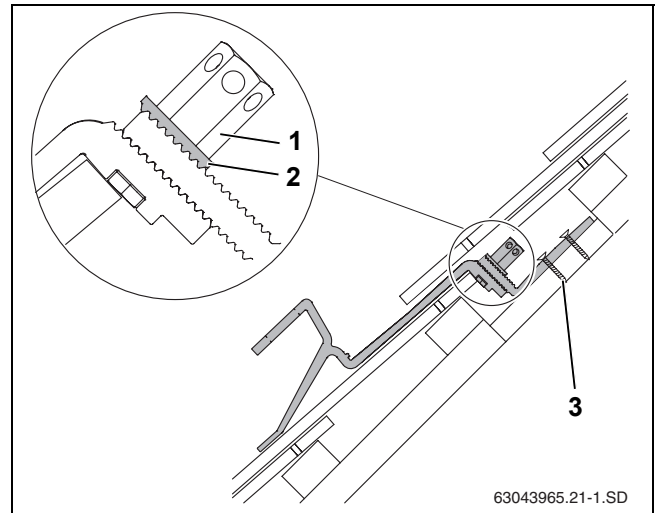

Fig. 18 Cârlig de acoperiș montat. Reprezentare în secțiune cu partea inferioară a cârligului scurtată
Șaiba suport zimțată (Fig. 18, [2]) trebuie să se prindă în îmbinarea dințată a părții inferioare a cârligului.
- ▶ Strângeți piulița lungă hexagonală (Fig. 18, [1]). Pentru aceasta, introduceți cheia cu deschidere de 5 în orificiu și răsuciți-o.
- ▶ Fixați partea inferioară a cârligului de acoperiș pe căprior cel puțin în primul (Fig. 18, [3]) și în cel de-al doilea orificiu folosind șurburile adecvate.